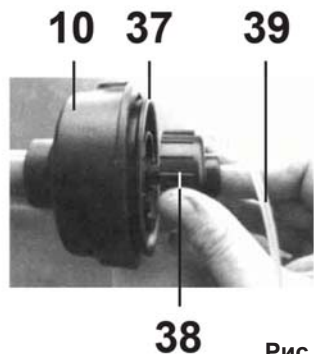

Рис. 21
8.5.1. Извлечение шпульки из триммерной катушки (Рис. 21). Открутите триммерную катушку (10) согласно п. 8.4.1. Поверните против часовой стрелки и снимите нажимную головку (38) катушки.